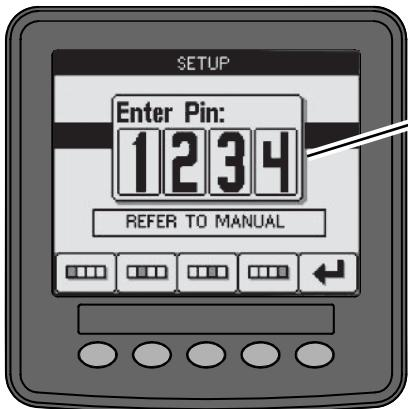

Figure 15
1. En mode Installation, appuyez sur un bouton quelconque pour accéder à la barre contextuelle au bas de l'écran (Figure 15).
3. Saisissez le code PIN (Figure 15) et sélectionnez l'icône ENTRÉE ←.
3. Saisissez le code PIN (Figure 15) et sélectionnez l'icône ENTRÉE.